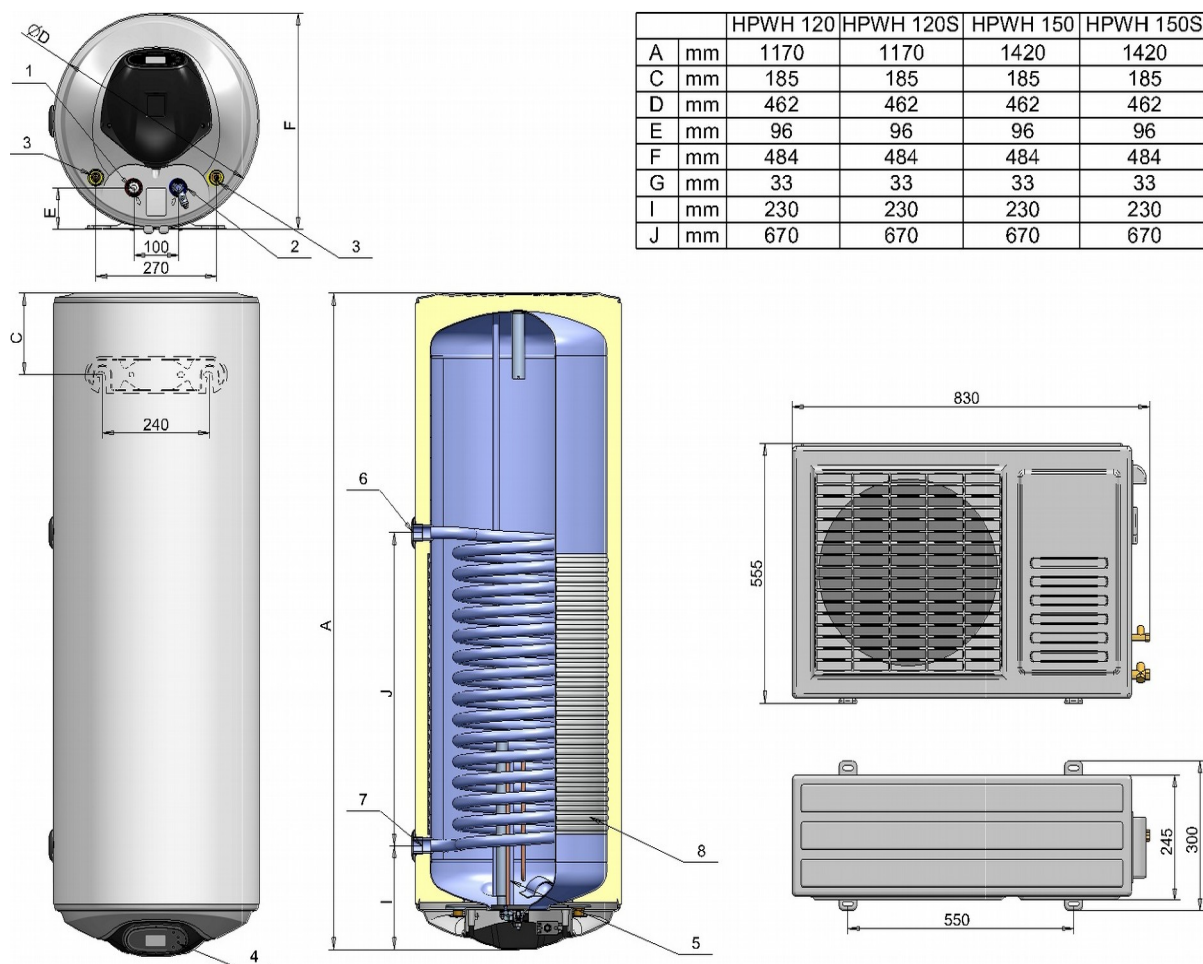

Fig.1
In Tabelle 1, Fig. 1 und auf dem auf dem Gehäuse Ihres Geräts angeklebten Typenschild finden Sie die technischen Daten der Warmwasserbereiter.
- a) Wählen Sie die Wand in geeignetster Lage und mit genügend Installationsfreiraum, um die Installation und die Wartung der Außeneinheit zu erleichtern (Fig. 1).
- c) Die Außeneinheit soll in gerader waagerechter Lage installiert werden. (Fig. 1).